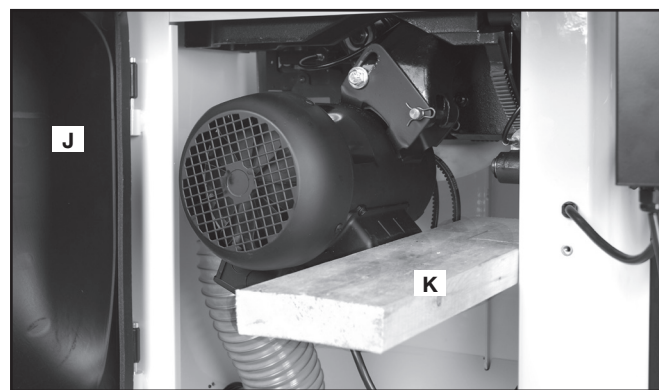

FIG. 86
1. Ouvrir le couvercle du moteur (J) fig. 86.
2. Placer une pièce de bois (K) fig. 86 entre le moteur et l'armoire de la scie.
4. Relever légèrement l'arbre de la scie et retirer la pièce de bois (K) fig. 86.